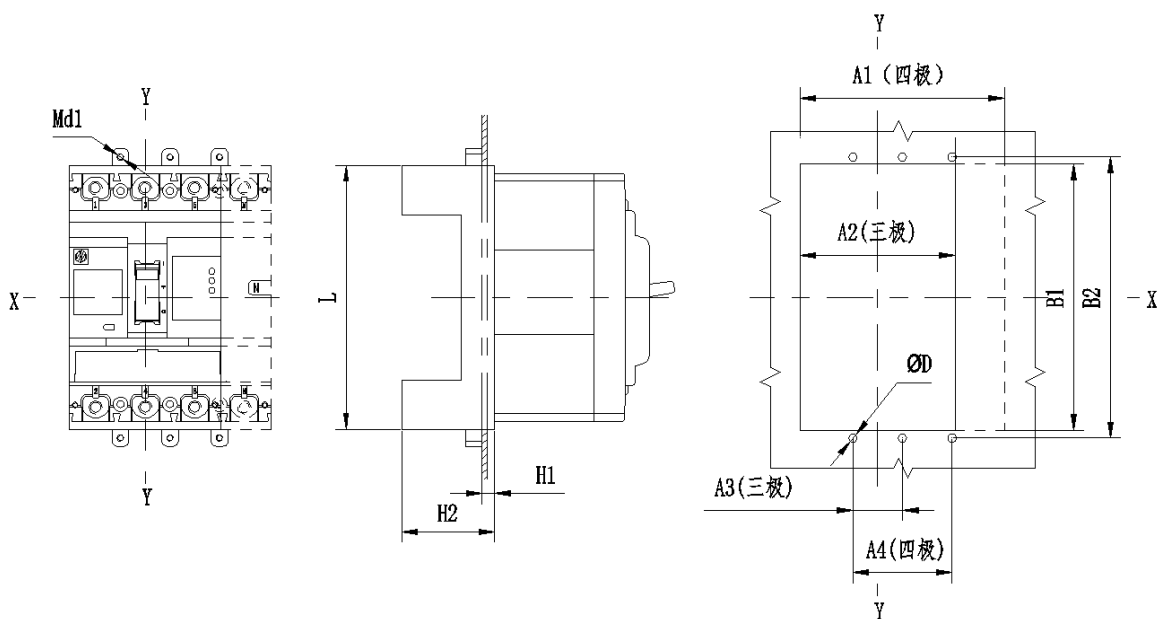

图 8
3.6 插入式板前接线（大开孔式）外形及安装、开孔尺寸见图 8、表 11